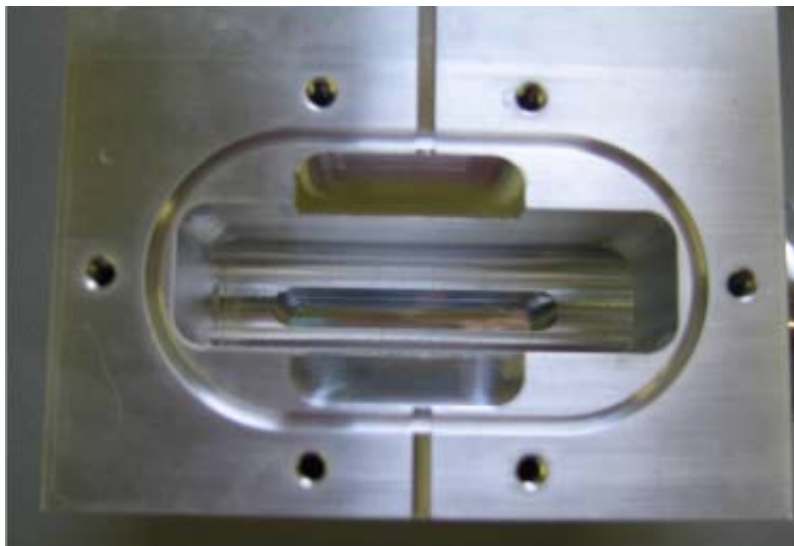

图 B-54 谱仪的机身内部
10. 如果谱仪的机身内部出现污垢，应用无绒布和异丙醇将其擦拭干净（图 B-54）。